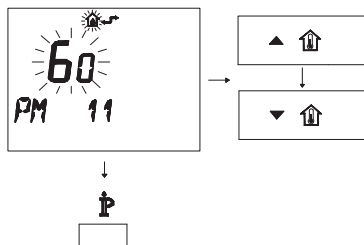

Рисунок 5.27
- Измените заданное значение при помощи кнопки  или  и подождите, пока заданная цифра не начнет мигать (Рисунок 5.27). Каждое изменение в сторону увеличения или уменьшения соответствует 1 секунде.